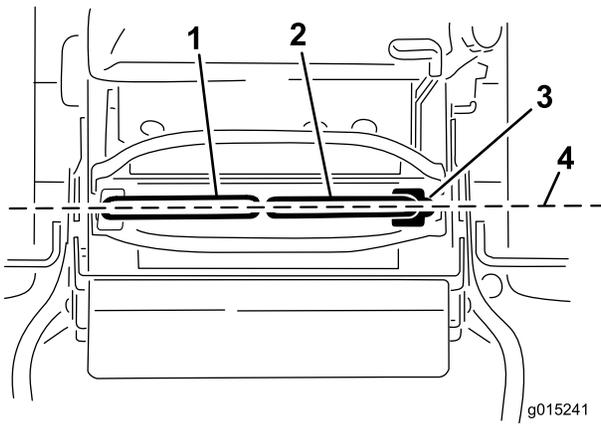

Figura 71
Importante: Compruebe el avance de la máquina después de ajustar las palancas de control de movimiento. Se utiliza el mismo procedimiento para ajustar la dirección y para alinear las palancas de control de movimiento hacia adelante-atrás (Figura 71).
1. Una vez ajustada la alineación horizontal, compruebe la alineación hacia adelante-atrás (Figura 71).